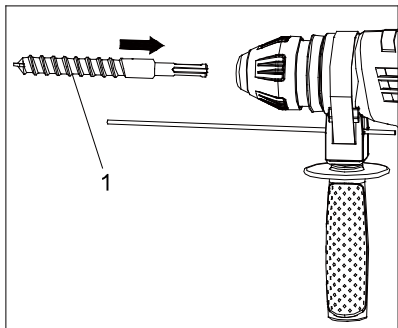

Рисунок 2
(2) Вставьте бур (1) с вращательным движением в патрон инструмента до упора с нажатием (в направлении стрелки). Инструмент заблокируется. Проверьте надежность фиксации, потянув за бур. (См. рисунок 2)